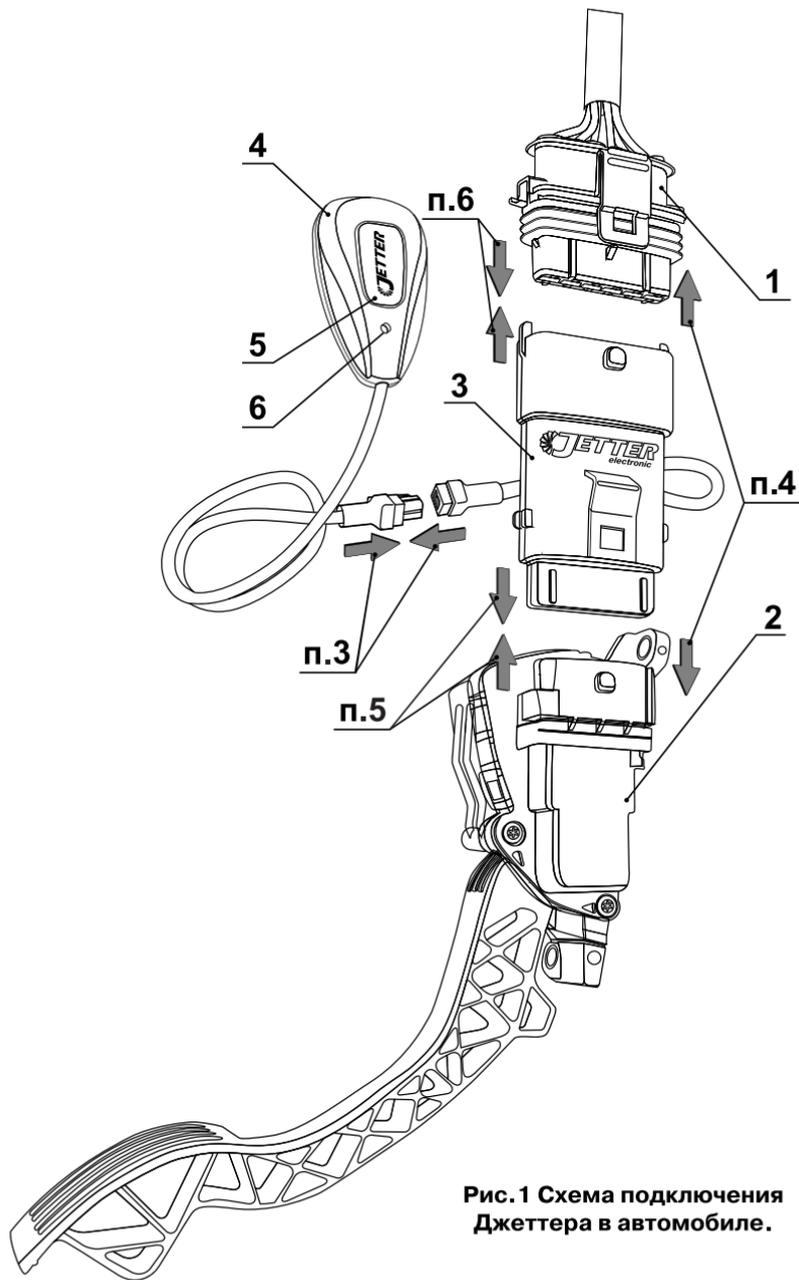

Рис. 1 Схема подключения Джеттера в автомобиле.
3. Подключите брелок управления (4) к Джеттеру (3), (см. рис.1).
4. Снимите разъём жгута автомобиля (1) с педали акселератора (2) согласно инструкции по ремонту и обслуживанию данного автомобиля. Для этого мы рекомендуем на некоторых автомобилях демонтировать педаль акселератора (MAZDA, NISSAN, BMW, MERCEDES, KIA SOUL PS, LADA VESTA), либо снять защитный экран, закрывающий доступ к разъёму на педали акселератора (SKODA, VW, CITROËN, PEUGEOT, MITSUBISHI).
5. Подключите соответствующий разъём Джеттера (3) к разъёму педали акселератора (2) автомобиля. Убедитесь в фиксации защёлки джеттера.
6. Подключите разъём жгута автомобиля (1) к ответному разъёму Джеттера (3). Убедитесь в фиксации защёлки разъёма жгута автомобиля.
8. Включите зажигание. **Не выполняйте пуск двигателя.** Свечение светодиода (6) брелока управления Джеттером укажет на режим Джеттера, активный в настоящий момент (см. п. 4.1. паспорта устройства).